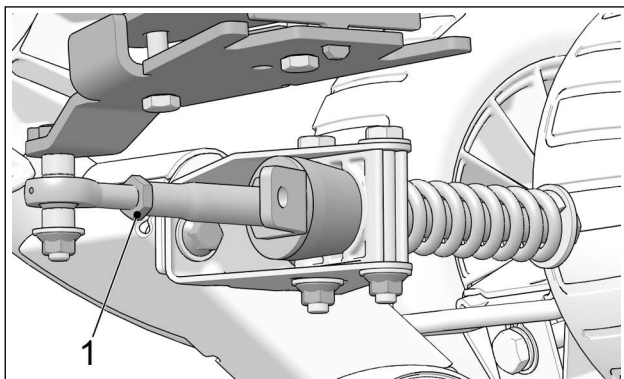

Figure 7
- Une fois le réglage atteint, resserrer le contre-écrou (1) à 40 Nm [30 lb•pi]. Voir la Figure 7.